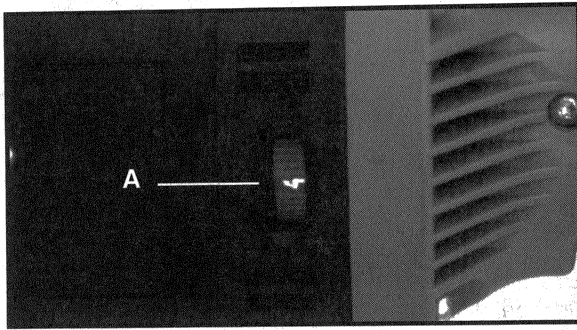

Fig. 2
La velocidad se ajusta girando la rueda de accionamiento con el pulgar (A), Fig. 2. La posición No. 1 de dicha rueda proporciona la velocidad de funcionamiento más lenta (1000 RPM) y la posición No. 6 la más rápida (3000 RPM). La velocidad puede cambiarse mientras el motor está en marcha o mientras está parado.